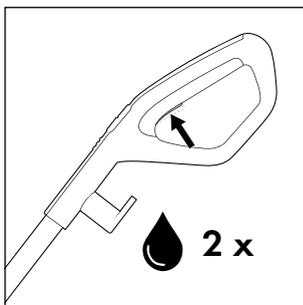

Rys. 16
- ◆ Odwiń kabel zasilający **17** całkowicie z uchwytów kabla górnego i dolnego **16/20**. Aby szybko odwinąć kabel zasilający **17** z uchwytów kabla **16/20**, wyciągnij nieco górny uchwyt kabla **16** i obróć go w dół (patrz rys. 16).